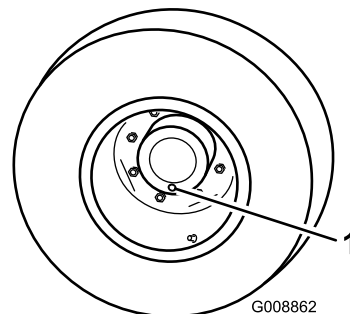

Figura 81
- Con la rueda colocada de modo que un tapón de verificación esté en la posición más baja (las 6) (Figura 81), aparque la máquina en una superficie nivelada, accione el freno de estacionamiento, baje las carcasas del cortacésped, apague el motor y retire la llave.